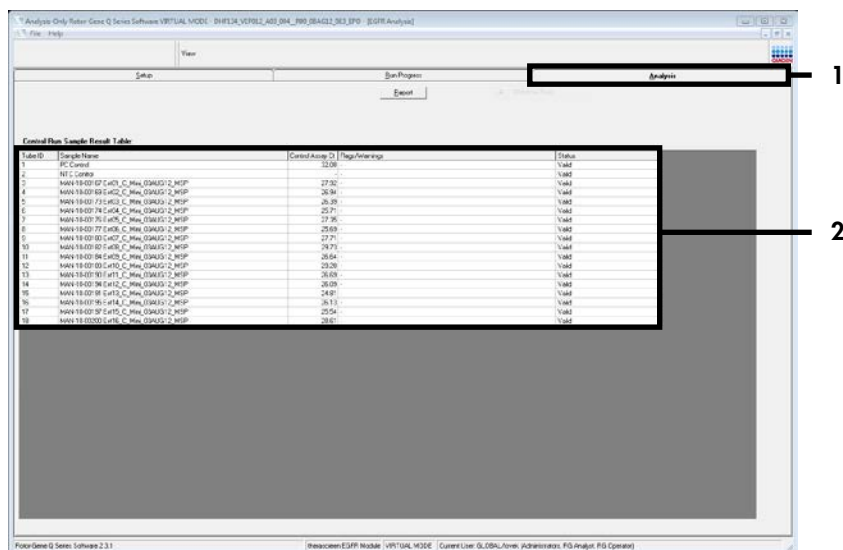

Figura 8. Pestaña “Analysis” (Análisis) (1) e informe de los resultados (2 = Tabla de resultados de CC de la muestra).
**Nota:** Si la pestaña “Analysis” (Análisis) no se abre, haga clic en la pestaña “Analysis” (figura 8).